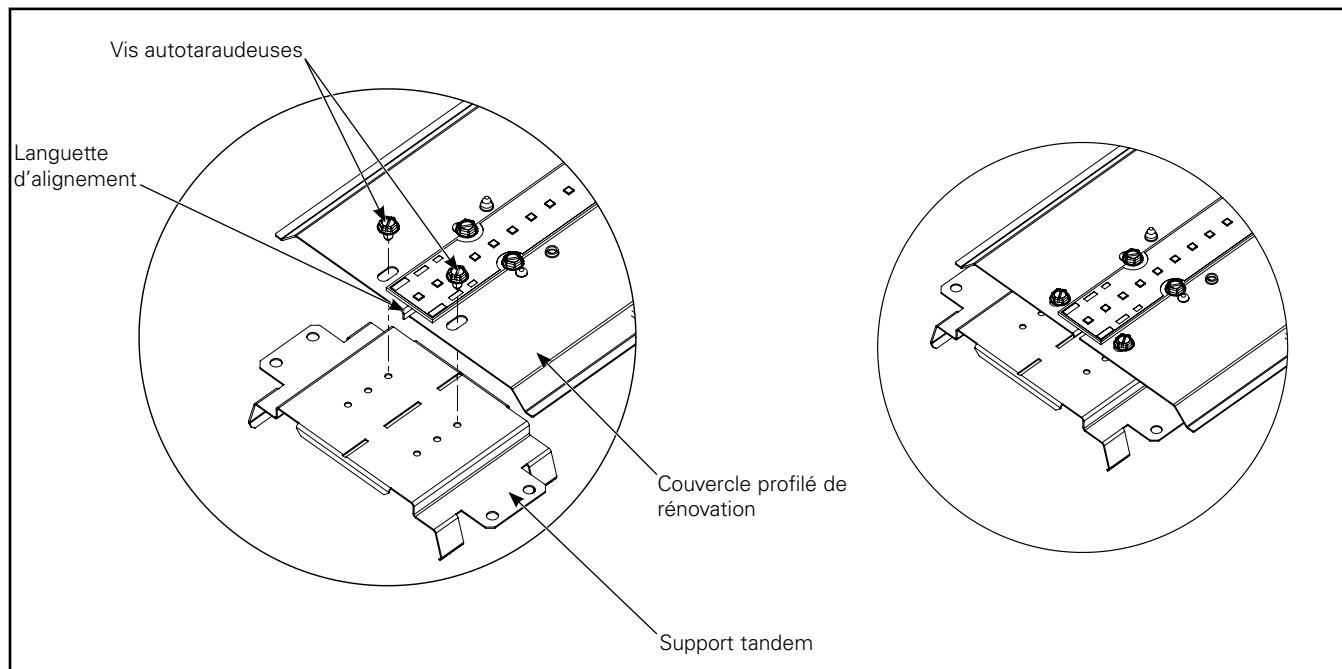

Figure 20.
1. Pour les modèles de 1,8 et 2,4 m (6 et 8 pi), assemblez le support au couvercle profilé principal (installé en usine) avec les deux (2) vis autotaraudeuses, comme montré (Figure 20). Installez l'attache au caisson et au couvercle profilé (consultez l'étape 5 à la page 3).